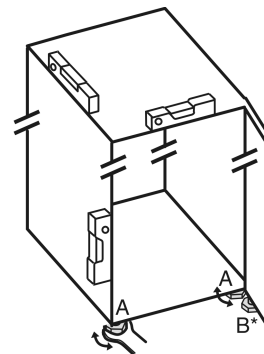

Fig. 24
- ▶ Stellfüße Fig. 24 (A) mit beiliegendem Gabelschlüssel und mit Hilfe einer Wasserwaage herausdrehen, bis das Gerät fest und ebenstehend ausgerichtet ist.
- ▶ Stellfuß *Fig. 24 (B)* am Lagerbock mit beiliegendem Gabelschlüssel herausdrehen, bis er auf dem Boden aufliegt.
- ▶ Stellfuß *Fig. 24 (B)* um 90° weiter drehen.